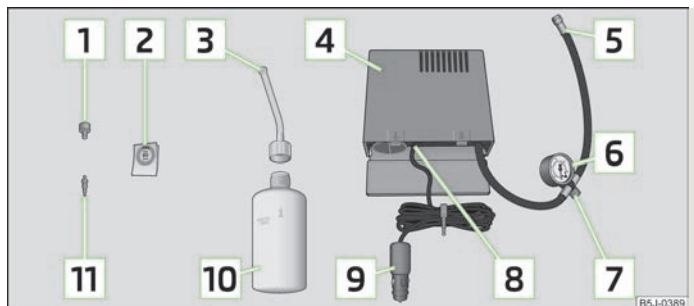

Abb. 134 Bestandteile des Pannensets
Der Ventileinsatzdreher **1** » Abb. 134 hat am unteren Ende einen Schlitz, in den der Ventileinsatz passt. Nur so kann der Ventileinsatz aus dem Reifenventil heraus- und wieder hineingedreht werden. Das gilt auch für den Ersatz-Ventileinsatz **11**.
- › Den Aufkleber [2] » Abb. 134 auf die Schalttafel im Sichtfeld des Fahrers kleben.
- › Die Reifenfüllflasche [10] » Abb. 134 einige Male kräftig hin und her schütteln.
- › Den Reifenfüllschlauch [5] » Abb. 134 des Luftkompressors fest auf das Reifenventil schrauben.